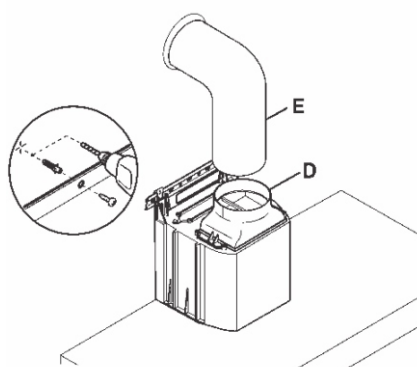

Fig. 3
-Para que la campana extractora no se puede desenganchar por una presión inferior, deberá fijarla a la pared con un taco de expansión y el tornillo introduciendolos por el agujero específico (Fig 3) en el interior de la campana.
-Acerque el elemento (G) a la chimenea hasta colocarlo completamente.